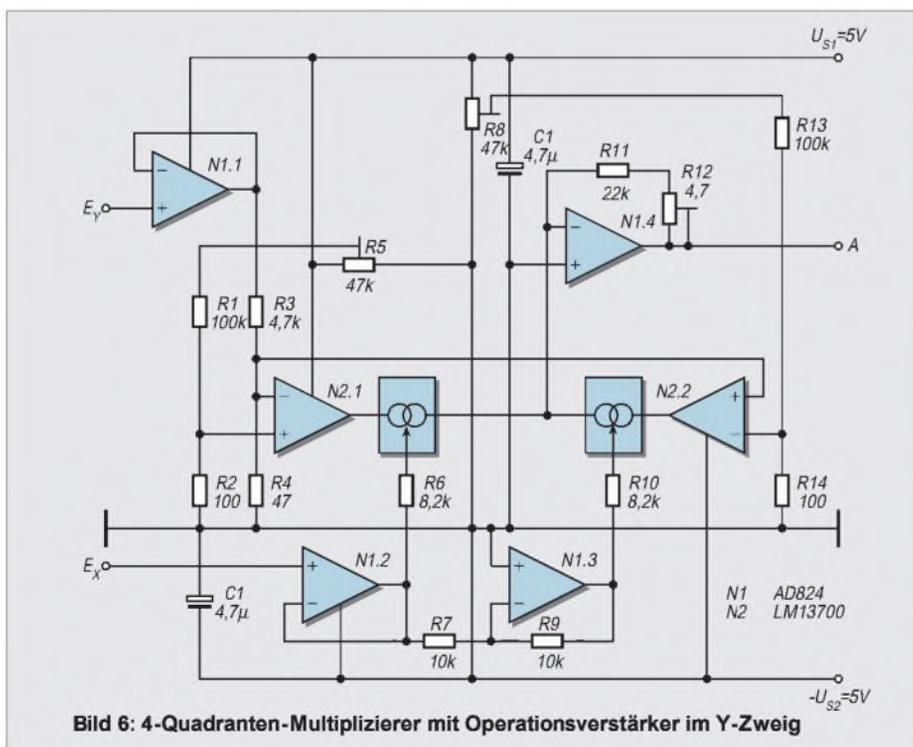

Bild 6: 4-Quadranten-Multiplizierer mit Operationsverstärker im Y-Zweig
Analog der Gleichung (8) gilt für die Ausgangsspannung des Multiplizierers in Bild 6:
Damit folgt die Übertragungskennlinie des im Bild 6 vorgestellten Multiplizierers der leicht zu überschenden Beziehung: